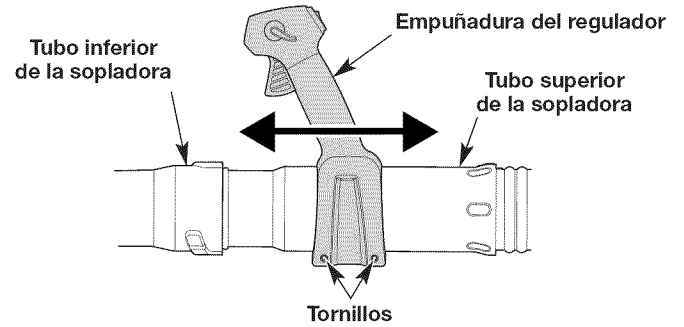

Fig. 6
1. Afloje los dos (2) tornillos de la empuñadura del acelerador (Fig. 6) con un destornillador T-20 Torx®.
2. Mueva la empuñadura del regulador a un lugar en el tubo superior de la sopladora que le sea cómodo a usted (Fig. 6).
3. Utilizando un destornillador Torx T-20, apriete los dos (2) tornillos situados en la empuñadura del regulador hasta que esté segura (Fig. 6).